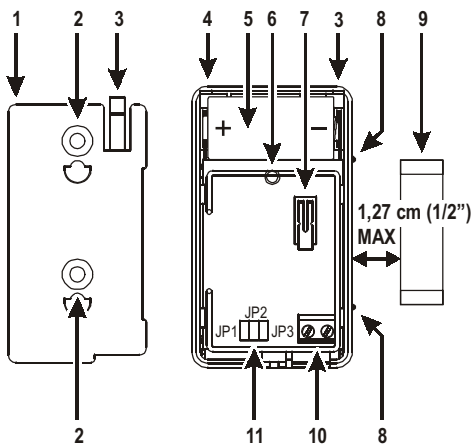

Fig. 1 – Identificazione delle parti
Per l'identificazione delle parti fare riferimento alla Fig. 1.
Prestare attenzione quando viene installata la batteria e rispettare la polarità (Fig. 1). Usare SOLO una batteria al Litio, Panasonic CR123A.
2. Agganciare il rilevatore alla staffa. Per sganciare il rilevatore dalla staffa: rimuovere il coperchio; premere il dente 3 (Fig. 1) con un piccolo giravite e fare scorrere il rilevatore verso il basso.
3. Allineare un lato del magnete con la tacca presente sul corpo dell'AMC30 (Fig. 1).
Use care when installing the battery and observe the correct polarity (see Fig. 1). Use ONLY the Panasonic CR123A lithium battery.
2. "Snap" the sensor in place. To release bracket: remove the front cover; push the tab (see Fig. 1) with a small screwdriver and slide the AMC30 down.
3. Align one end of the magnet with the notch on the side of AMC30 housing (See Fig. 1).
Bien respecter la polarité de la pile (voir Fig. 1). Utiliser seulement une pile Panasonic CR123A.